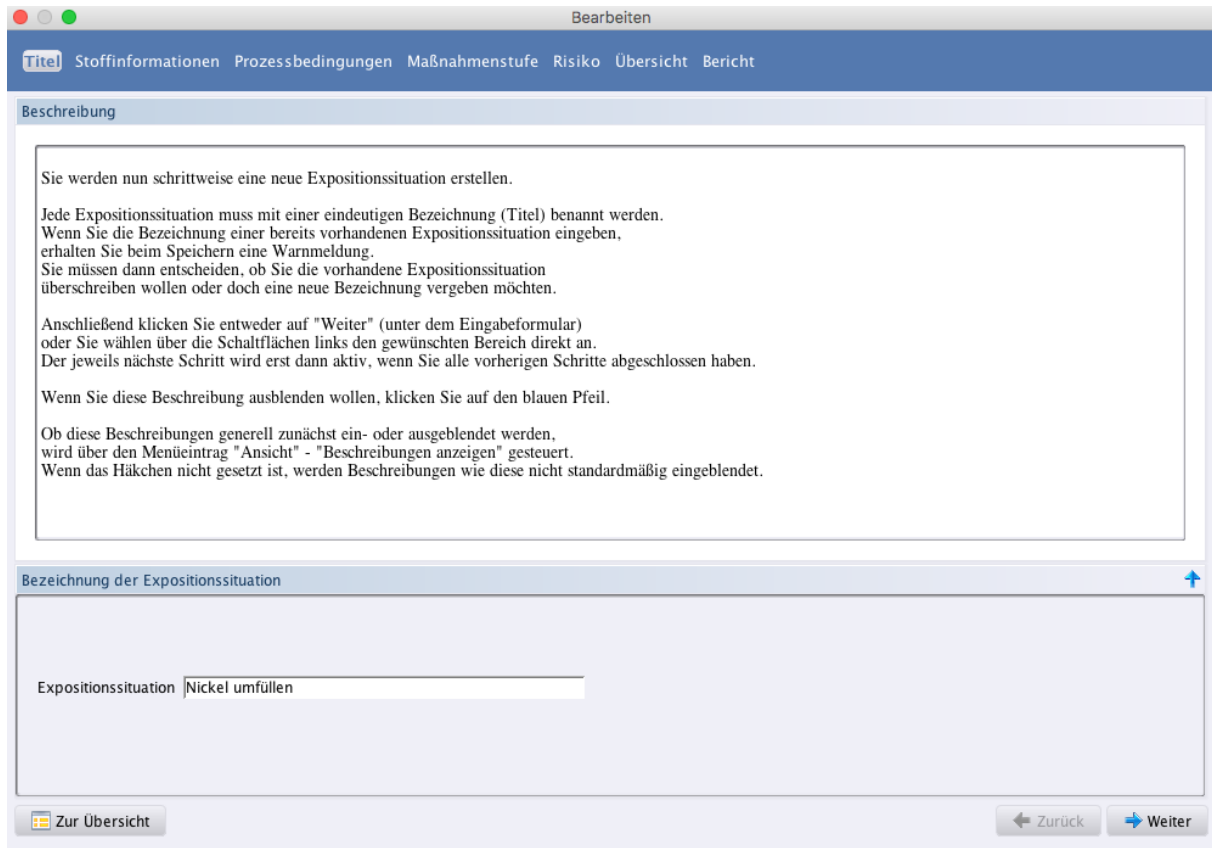

Abbildung 5. Eingabedialog für Expositionssituationen: Bezeichnung der Expositionssituation (bei geöffnetem Beschreibungsfenster).
- die Ansicht durch einen strukturierten Dialog ersetzt (siehe Abbildung 5), in dem Sie die relevanten Informationen für eine Expositionsabschätzung eingeben können.